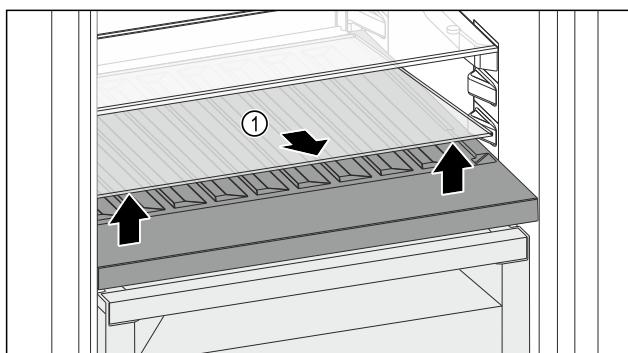

Fig. 115
- Glasplatte Fig. 115 (1) an der Aussparung vorne anheben und herausnehmen.
- Glasplatte Fig. 115 (1) außerhalb des Geräts sicher aufbewahren.